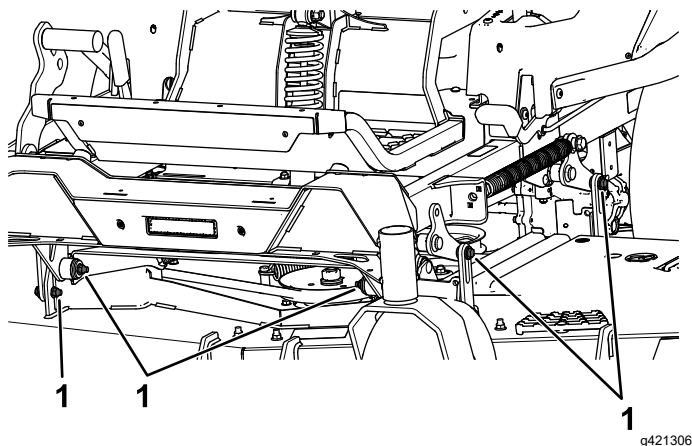

Figure 90
7. Enlevez et conservez les boulons et écrous de chaque côté de la machine (Figure 90).